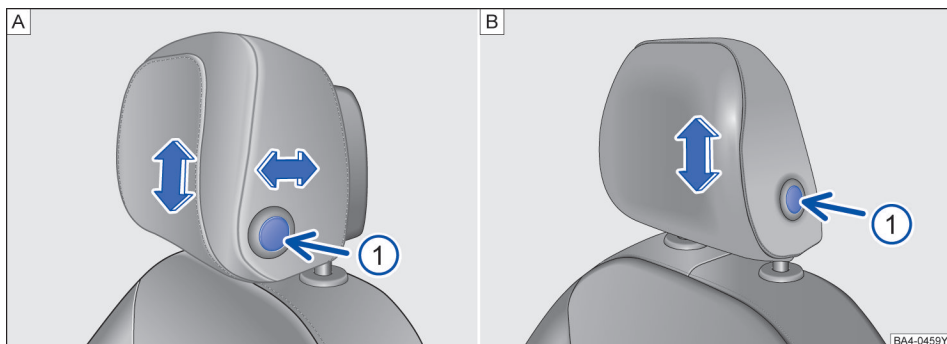

图 75 调整前部头枕：A 可纵向调节的功能，B 无纵向调节功能
- 向上推或向前调节头枕→图 75，同时沿箭头方向移动头枕→▲。
- 下压或向后调节头枕，按下侧面按钮→图 75 ①，同时沿箭头方向移动头枕→▲。